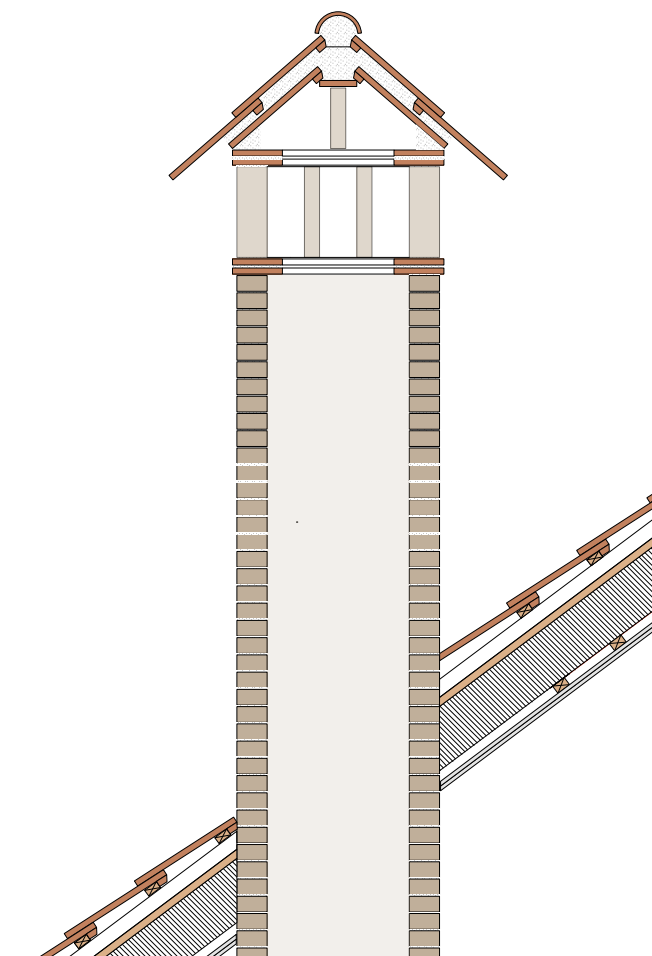

Abb. 04 – Standard-Bernerhut, Schnitt durch den Bernerhut in seiner Funktion als Abgasanlagen für traditionelle Feuerungen. Bild: Generalplanerteam
- Der Kaminschaft und der Bernerhut sind für die Baueingabe detailliert aufzuzeichnen und die Materialisierung ist zu beschreiben. Es dürfen keine vorfabrizierten Kaminanlagen verwendet werden (siehe Abb. 04).
Abluft ist grundsätzlich über das Dach zu führen, idealerweise über Kaminanlagen. Dies kann die Erstellung von neuen Kaminanlagen bedingen. Bei Kaminen mit Bernerhut sind Abgase bzw. Abluft in einem Winkel von mindestens 45° schräg nach oben auszuleiten. Dazu können Luftleitbleche (T- oder Y-Stücke) zur vierseitigen Ausblasung unter 45° eingebaut werden (vgl. Anhang, Abb. 04). Diese Massnahme verhindert die Bildung von Kondenswasser unter dem Bernerhut und schützt so vor Feuchtigkeitsschäden.